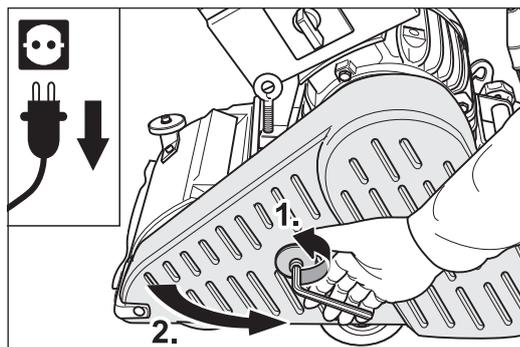

Abb. 44 Den Netzstecker aus der Steckdose ziehen und den Riemenschutz öffnen.
- 5 Öffnen Sie den Riemenschutz (Abb. 44).